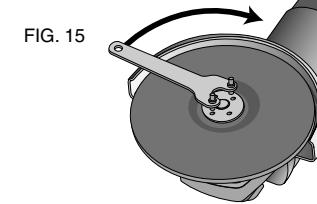

FIG. 15
5. bien serrer la bride filetée au moyen de la clé à six pans fournie à cette fin (fig. 15).